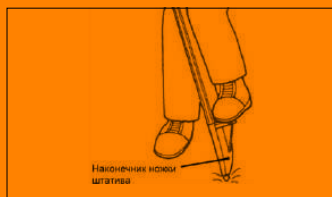

РИСУНОК 2
4. Убедитесь, что головка штатива расположена приблизительно горизонтально. Зафиксируйте наконечник ножек штатива, утопив их в грунт (Рис.2).